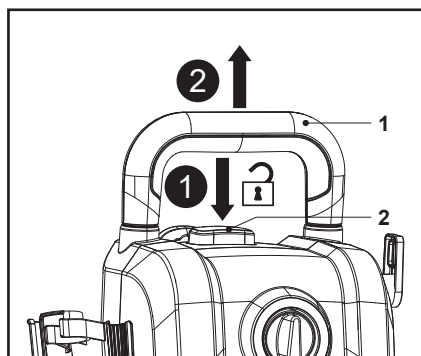

Fig. 13
1. Ține apăsat butonul de blocare a mânerului (2) și trage mânerul de transport (1) complet până se oprește (fig. 13).